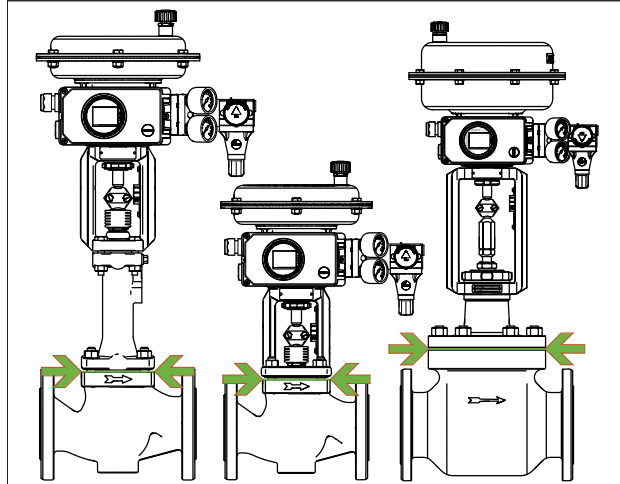

Fig. 21 : Limite d'isolement des vannes de régulation (exemple)
- ⇒ Isoler les vannes de régulation uniquement jusqu'à la bride du couvercle du corps de vanne, cf. Fig. 21. Cela s'applique également aux exécutions avec soufflet ou pièce d'isolement lorsque la température du fluide est inférieure à 0 °C ou supérieure à 220 °C. Si la pièce d'isolement est incluse dans l'isolation, elle perd alors sa fonction !